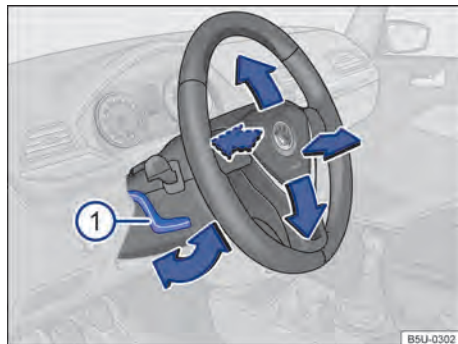

Fig. 53 Embaixo e à esquerda do volante junto com o revestimento da coluna de direção: alavanca de ajuste da posição do volante.
- Empurrar a alavanca para baixo segurando-a pelo manipulo → Fig. 53 ①.